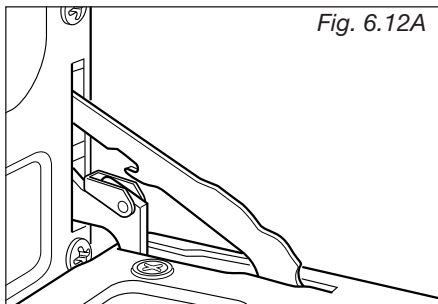

Fig. 6.12A
- Abra la puerta completamente (Fig. 6.12A).